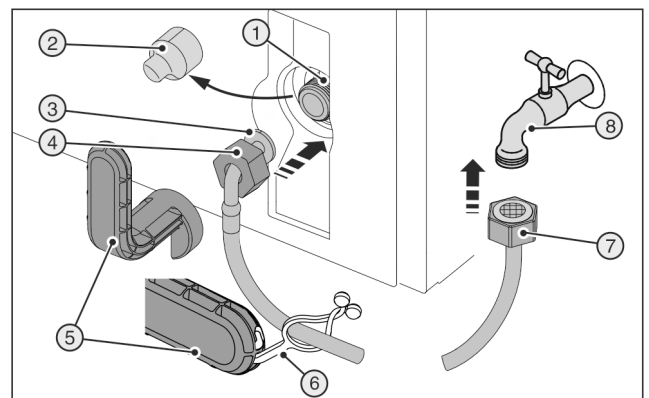
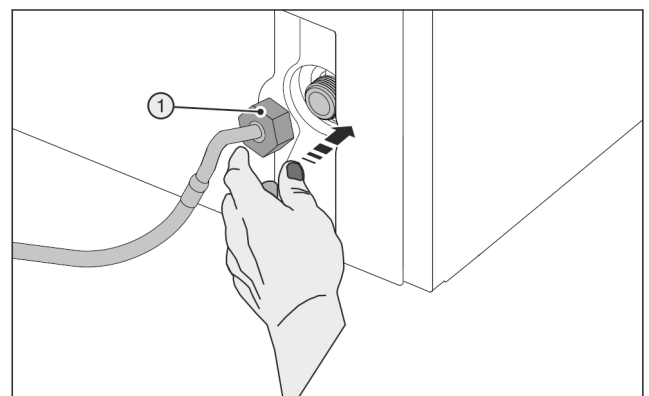

Fig. 51 \*
Fig. 52
- ▶ Зніміть кришку Fig. 51 (2).
- ▶ Полегшений монтаж: Викласти прямий кінець шлангу Fig. 51 (7) ліворуч на землю.
- ▶ Насуньте гайку Fig. 51 (4) до кінця через кінець шлангу, розташований під кутом Fig. 51 (3) та утримуйте.
- ▶ Обережно одягнути гайку Fig. 52 (1) і закрутити на різьбу.
- ▶ Обережно одягти гайку Fig. 52 (1) і накрутити двома пальцями на нарізку до досягнення міцної надійної посадки.
Зламаний допоміжний інструмент Fig. 51 (5)!
- ▶ Допоміжний інструмент Fig. 51 (5) використовувати тільки при кімнатній температурі.
- ▶ Затягувати гайку Fig. 52 (1) за допомогою допоміжного інструменту Fig. 51 (5) за годинниковою стрілкою, доки не буде досягнуто максимального моменту затяжки і допоміжний інструмент Fig. 51 (5) не почне прокручуватися.
- ▶ Накрутити гайку Fig. 51 (7) на запірний кран Fig. 51 (8).
- ▶ Затягувати гайку Fig. 51 (7) за допомогою допоміжного інструменту Fig. 51 (5) за годинниковою стрілкою, доки не буде досягнуто максимального моменту затяжки і допоміжний інструмент Fig. 51 (5) не почне прокручуватися.
- ▶ Причепити накладку Fig. 51 (6) в допоміжний інструмент Fig. 51 (5) і для зберігання закріпити на шлангу із високоякісної сталі.
- ▶ Повільно відкрити запірний кран Fig. 51 (8) подачі води.